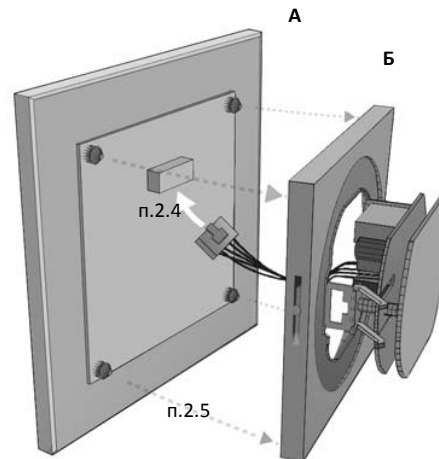

Рис. 1 Состав (А, Б) и порядок сборки (п. 2.4 и п.2.5) Q600 iW.
2.7 Сориентируйте и сомкните ответные части разъема шлейфа - блока светорегулятора и сенсорной панели (рисунок 1).
2.8 Сориентируйте сенсорную панель разъемом вверх и присоедините к блоку светорегулятора, обеспечивая ее равномерный прижим до защелкивания в замках (см. рисунок 1).